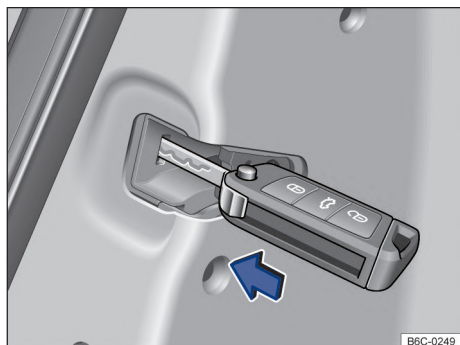

Fig. 58 En las puertas, delantera derecha y traseras: bloqueo de emergencia del vehículo con la varilla metálica de la llave.
- Colocar la varilla metálica de la llave en la ranura → fig. 58 y presionar.